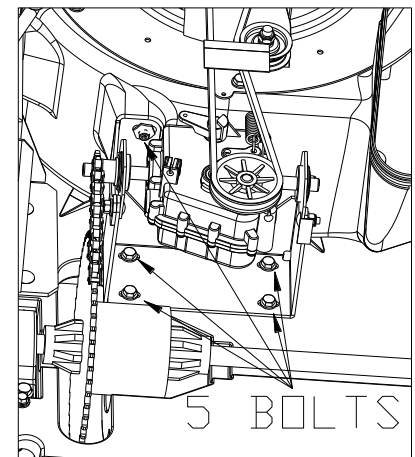

Fig. 21
11. Allentare i 5 bulloni che fissano il sistema dell'azionamento (v. Fig 21, pagina precedente). Farlo scorrere verso sinistra o destra e controllare l'allineamento con un righello. Serrare i 5 bulloni e ripetere il passaggio 8.